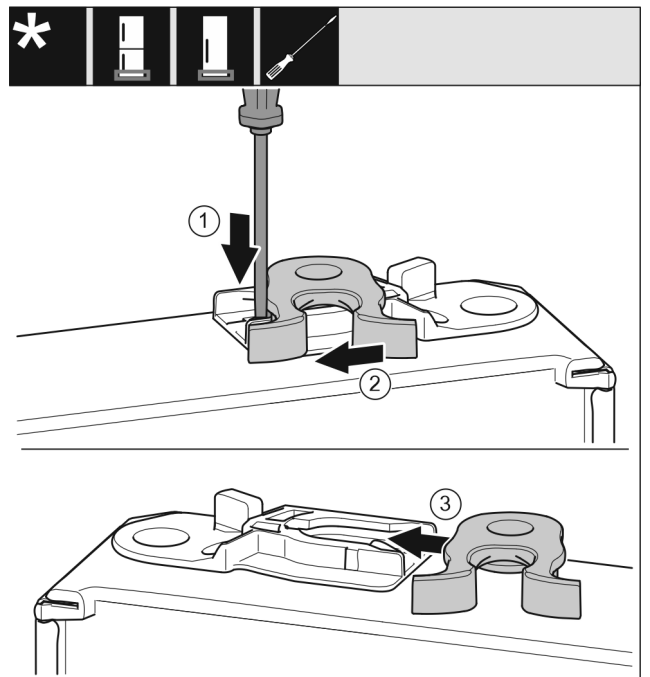

Fig. 17
- ▶ Türunterseite zeigt nach oben: Tür drehen. Fig. 17 (1)
- ▶ Lasche mit Schlitzschraubendreher nach unten drücken. Fig. 17 (2)
- ▶ Schließhaken aus Führung ziehen. Fig. 17 (2)
- ▶ Schließhaken auf anderer Seite in Führung schieben. Fig. 17 (3)